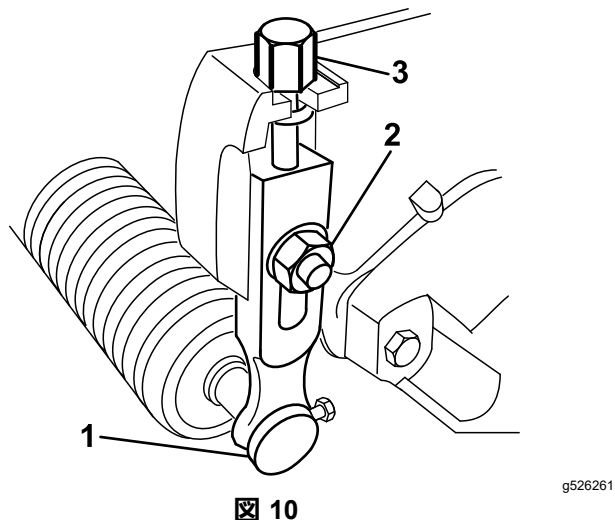

図 10
1. 刈り高アームをカッティングユニットのサイドプレートに固定しているロックナットをゆるめる 図 10。